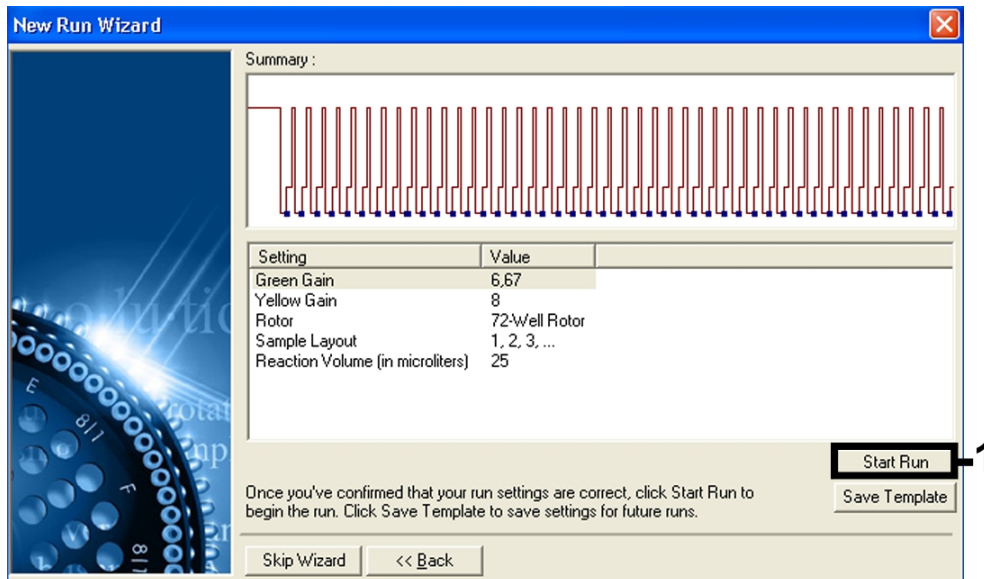

Figura 7. Comienzo del proceso.
Comienzo del proceso	Figura 7
12. Los valores de ganancia determinados por la calibración del canal se guardan automáticamente y están enumerados en la última ventana del menú del procedimiento de programación (Figura 7). Haga clic en **Start Run** [Iniciar Proceso].